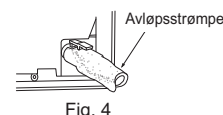

Fig. 4
- 5) Sett avtappingsslangen helt inn i avtappingsspannen bakerst til høyre i den innvendige enheten. (Fig. 4)
- 6) Sett inn avtappingsslangen i vegghullhylsen (C), og hekt øvre del av den innvendige enheten på installasjonsplaten (1). Flytt så den innvendige enheten helt til venstre for å forenkle plasseringen av rørene i bakrommet til enheten.